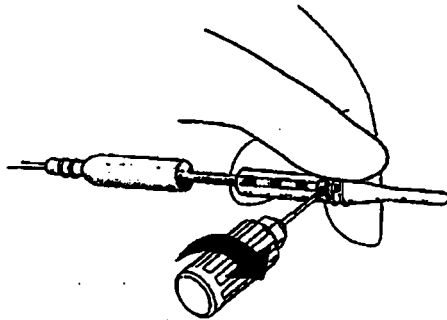

Figura 16. Apriete el tornillo de fijación.
5. Apriete el tornillo de fijación en el encastre correspondiente del contacto número 3 del electrodo girándolo en el sentido de las agujas del reloj con la llave dinamométrica que se proporciona (Figura 16). Apriete los tornillos hasta que escuche varios clics.